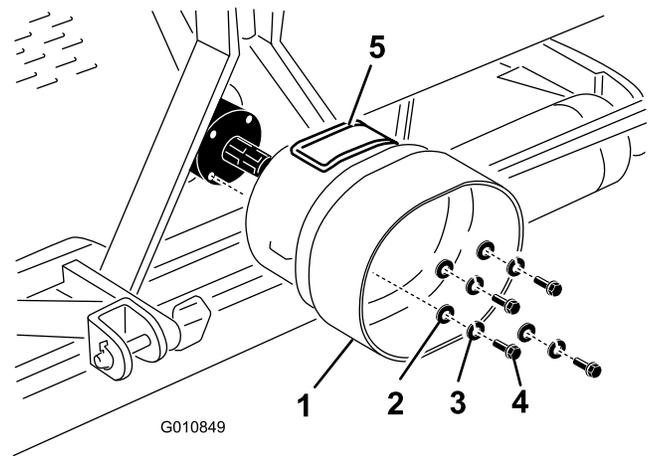

Figura 19
2. Monte a protecção da tomada de força na transmissão do arejador com os fixadores previamente removidos (Figura 19). Quando montar a protecção da tomada de força, certifique-se de que o painel de acesso (Figura 19) está posicionado na parte superior ou lateral, dependendo da configuração da estrutura do arejador.
Nota: O painel de acesso (Figura 19) pode ser aberto para facilitar a remoção e a instalação dos parafusos de montagem do veio da tomada de força.
1. Retire os 4 parafusos, anilhas de bloqueio e anilhas planas fixadas à parte de trás da transmissão do arejador (Figura 19).